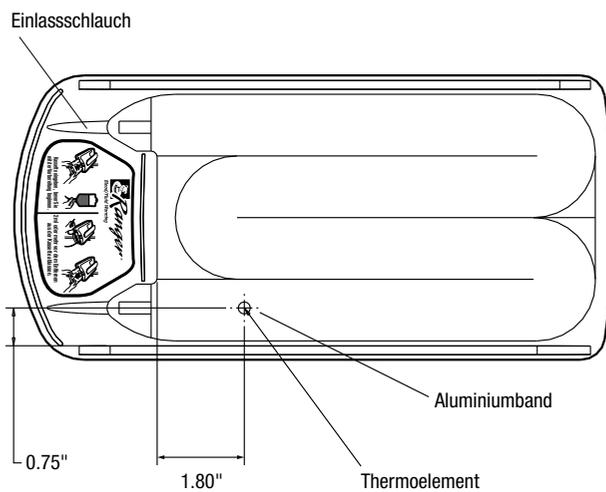

Abb. 1: Ranger Blut-/Infusionserwärmungskassette mit Standarddurchfluss
1. Verwenden Sie das Aluminiumband, um den Fühler, wie in Abbildung 1 beschrieben, an der Oberseite der Ranger Erwärmungskassette zu befestigen.